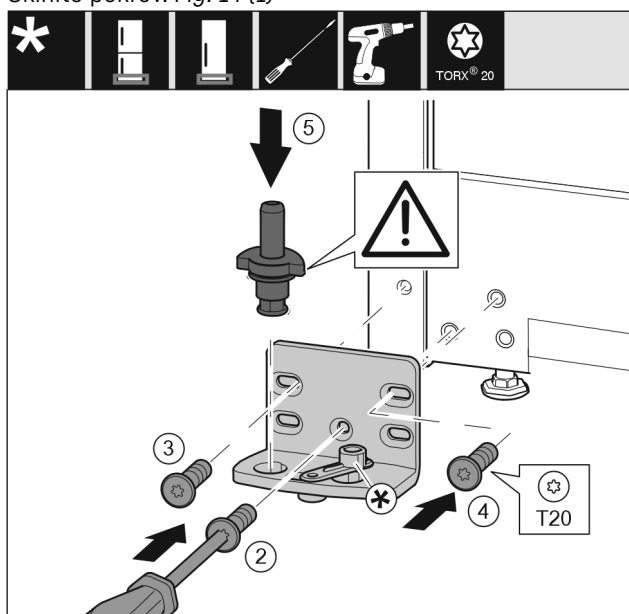

Fig. 15
- ▶ Postavite podložak ležaja na drugoj strani i zavijte pomoću odvijača T20. Započnite s vijkom 2 dolje u sredini. Fig. 15 (2)
- ▶ Pritegnite vijak 3 i 4. Fig. 15 (3,4)
- ▶ Kompletно umetnite podložak ležaja. Pri tome pazite da je ispučenje za blokiranje okrenuto prema otraga. Fig. 15 (5)